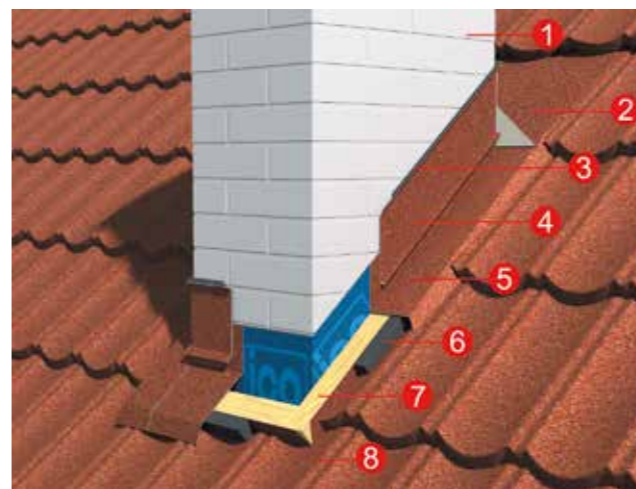

Рисунок 40
5.11.1.4 Верхние края всех примыканий закрываются прижимными планками ДЕКРА, на которые сверху наносится клей-герметик ИКОПАЛ (Рисунок 40).